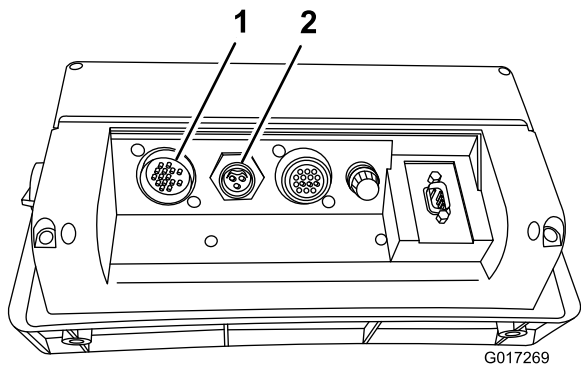

图3
6. 将电缆插入控制台电脑后部相应的输入端（图3），然后旋转锁紧环，紧固电缆。